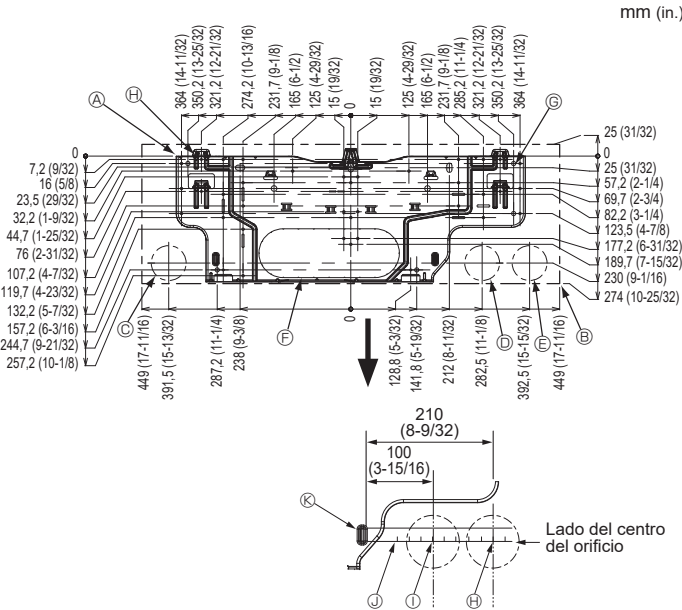

Fig. 3-2
- [Fig. 3-2]
- Ⓐ Placa de montaje ①